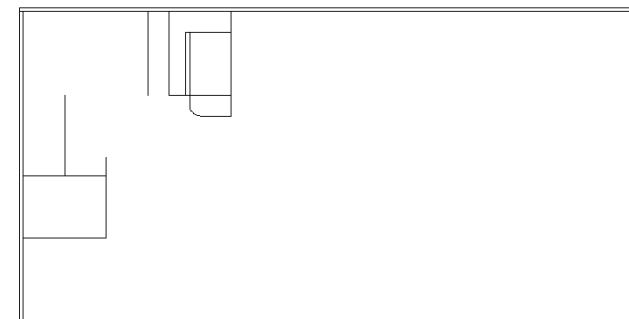

Рис. 4.24 ▼ Чертеж прямолинейных элементов угловой части в первом приближении готов
8. Для завершения выполните сопряжение (предварительно изменив радиус сопряжения с 50 на 0 мм) второй вспомогательной линии, находящейся левее тумбы системного блока, с горизонтальной линией так, чтобы созданный в результате чертеж выглядел, как это показано на рис. 4.24.